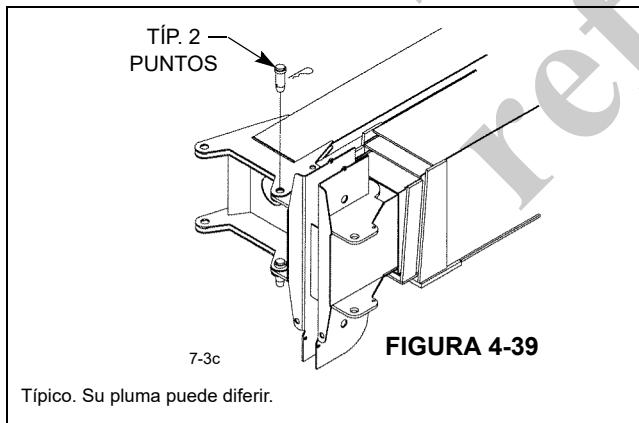
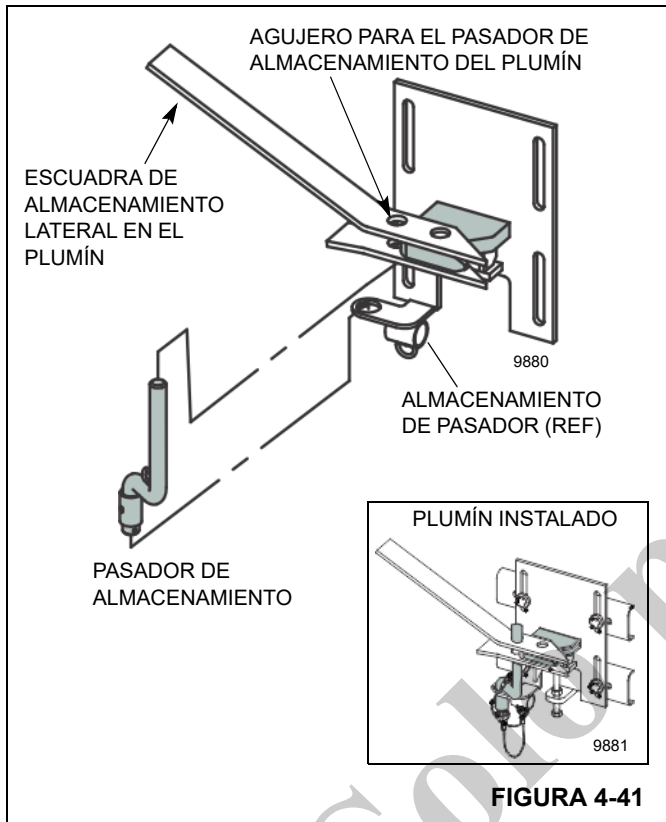

FIGURA 4-39
FIGURA 4-41
2. Utilice una grúa auxiliar adecuada para elevar el conjunto del plumín; alinéelo y fíjelo con pasador a la cabeza de poleas de la pluma, Figura 4-39.
- b. Ajuste las tuercas (3) según sea necesario para ajustar la posición horizontal del pasador de la escuadra (8).
- c. Apriete las tuercas (5).
5. Retraiga lentamente la pluma hasta que las escuadras de montaje del plumín se asienten en la sección posterior de la base de la pluma. Instale el pasador de almacenamiento (Figura 4-41). Asegúrese de que el pasador de almacenamiento esté alineado y asentado correctamente en el gancho de almacenamiento en la escuadra de montaje del plumín trasero. Ajuste las escuadras de montaje del plumín trasero y delantero según sea necesario para una alineación adecuada.
Asegúrese de que el plumín esté bien asentado en la escuadra de montaje del plumín trasero con el pasador de almacenamiento (Figura 4-41) instalado correctamente antes de retirar los pasadores del plumín (Figura 4-39). El plumín puede caer si no se sujeta correctamente durante el almacenamiento y erección. El resultado puede ser lesiones graves o la muerte.
6. Intente sacar los pasadores del plumín (Figura 4-39). Si los pasadores están demasiado apretados, ajuste según sea necesario las posiciones vertical y horizontal de la escuadra de montaje del plumín delantero como se describe en paso 4.
Asegúrese de que los pasadores del plumín estén bien instalados en los agujeros superiores e inferiores del plumín en la punta de la pluma (Figura 4-39) antes de retirar el pasador de almacenamiento de la escuadra de montaje del plumín trasero (Figura 4-41). El plumín puede caer si no se sujeta correctamente durante el almacenamiento y erección. El resultado puede ser lesiones graves o la muerte.
13. Retraiga lentamente la pluma hasta que las escuadras de montaje del plumín se asienten en la sección posterior de la base de la pluma. Instale el pasador de almacenamiento (Figura 4-41). Asegúrese de que el pasador de almacenamiento esté alineado y asentado correctamente en el gancho de almacenamiento en la escuadra de montaje del plumín trasero.